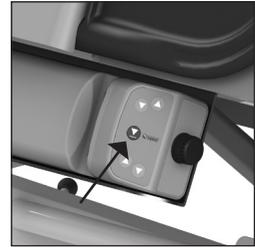

Abbildung 19 Notabsenkungstaste.
Wenn die Handbedienung ausfällt und die Liege angehoben ist, kann die Liege mit der Notabsenkungstaste abgesenkt werden (siehe Abbildung 19).
- Drücken Sie die Taste für die Notabsenkung (siehe Abbildung 19).